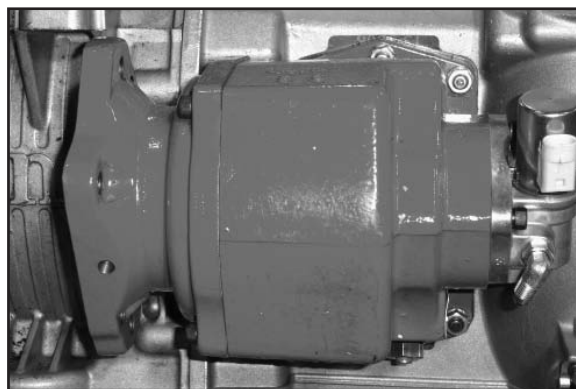

Abb. 7
7. Die restlichen Kopfschrauben anbringen. Alle Schrauben mit einem Drehmoment von 54 - 68 Nm (40 - 50 lbs.-ft.) anziehen (**Abb. 7**).